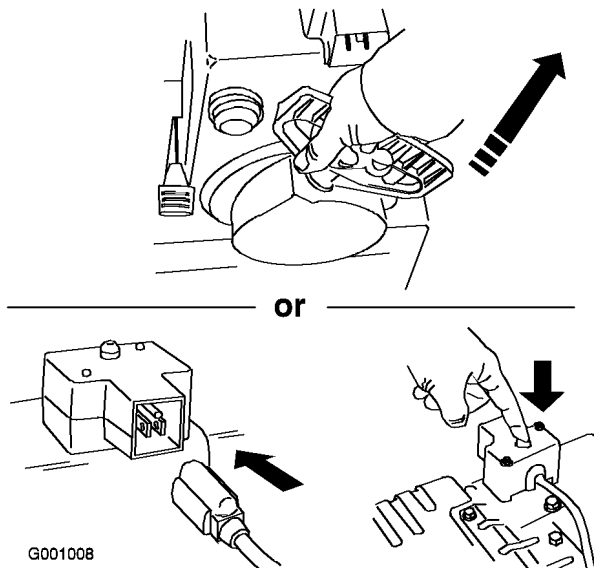

Bild 24
7. Lassen Sie die Schneefräse mit dem Rücklaufstarter oder dem elektrischen Anlasser an (Bild 24).